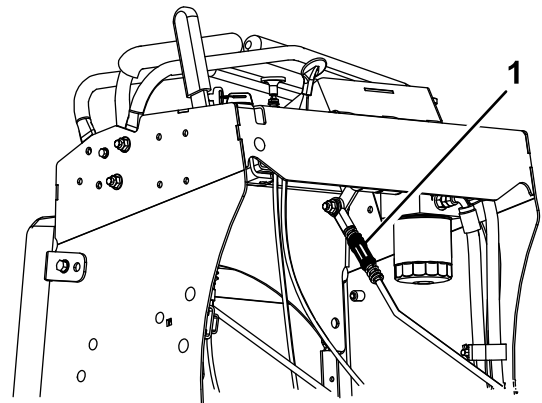

Figura 48
5. Gire la varilla de ajuste del lado izquierdo de la máquina (Figura 48).